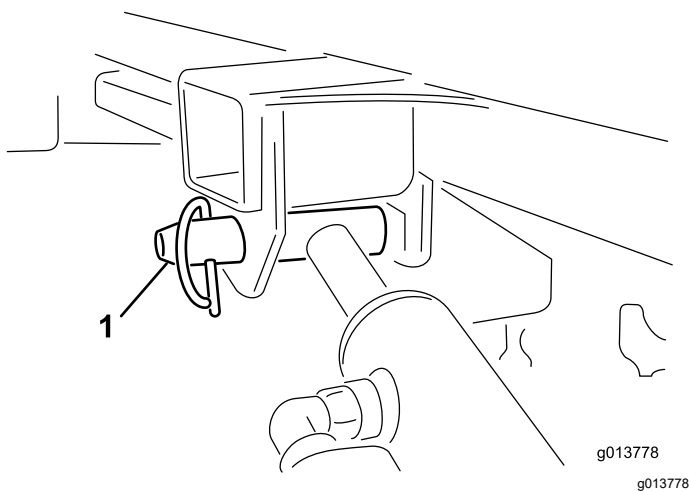

図 53
11. 片手で油圧昇降シリンダを持ち、もう片手で、シリンダの固定ピンをはずす 図 53。